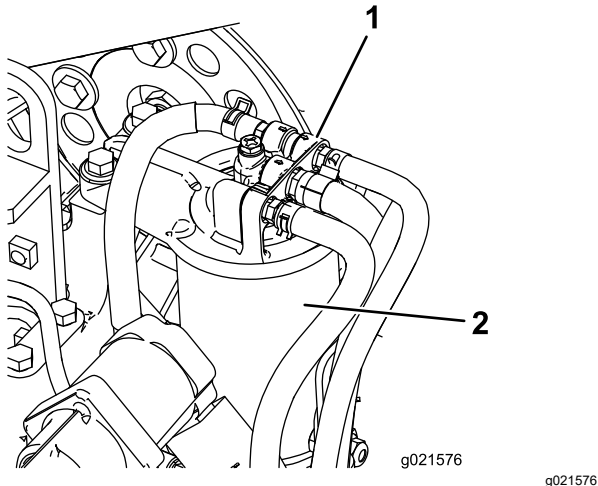

Figura 87
1. Limpe a zona em torno da cabeça do filtro de combustível (Figura 87).
2. Retire o filtro e limpe a superfície de montagem da cabeça do filtro (Figura 87).